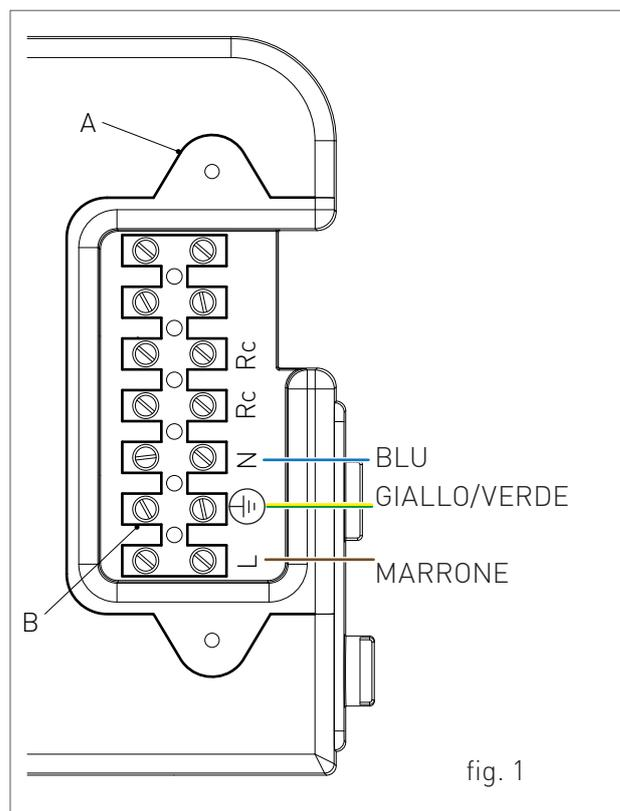

fig. 1
- > svitare le due viti e rimuovere il piastrino "A" (vedi fig. 1).
- > una volta rimosso il piastrino effettuare i seguenti collegamenti sulla morsettiera "B" (vedi fig. 1):
È necessario passare i cavi all'interno dello scaldabagno attraverso i passacavi 'P1' e 'P2' posti sotto la dima (vedi fig. 1). A tal fine bisognerà eseguire un foro sul passacavo, dal diametro leggermente inferiore rispetto al cavo, in modo che non passi l'aria.